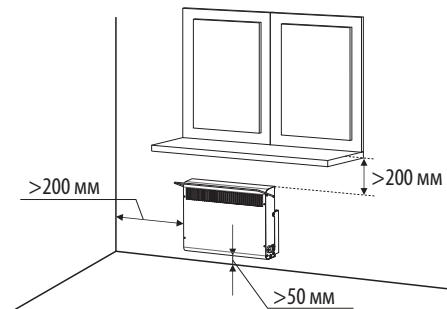

Рисунок. 1.
6.1. Для нормальной работы конвектора необходимо обеспечить: расстояние до пола – не менее 50 мм, до боковой стены, мебели – не менее 200 мм, свободное пространство над конвектором – не менее 200 мм (см. рис. 1).